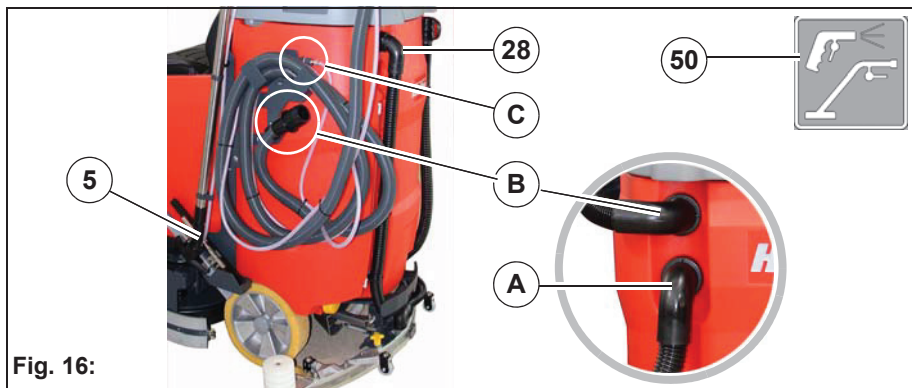

Fig. 16:
1. Koble om sugeslange **Fig. 16-28** til parkeringsposisjon **Fig. 16-A**.
2. Sett slangen til verktøyet inn i åpningen på utsugningen **Fig. 16-B**.
3. Forbind slangen med vanntilkoblingen til maskinen **Fig. 16-C**.